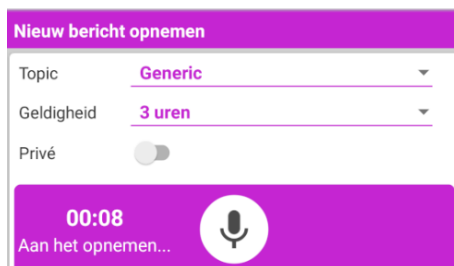

Fig 119
- de toets  zoals weergegeven in Fig 119 ingedrukt houden: